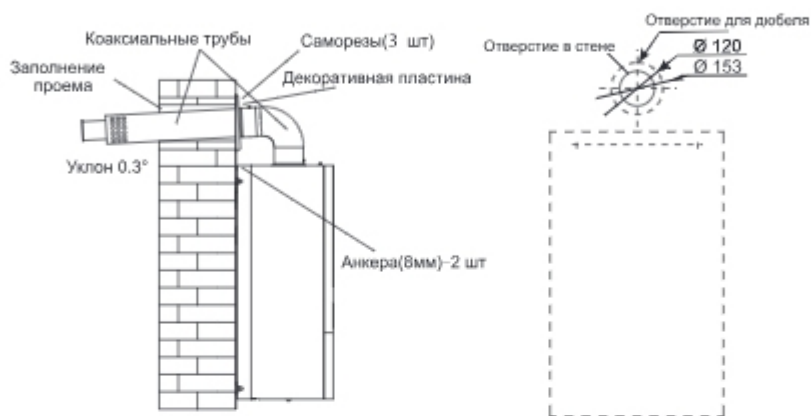

Рис.13
- 1) Задний выход дымохода (рис.13)